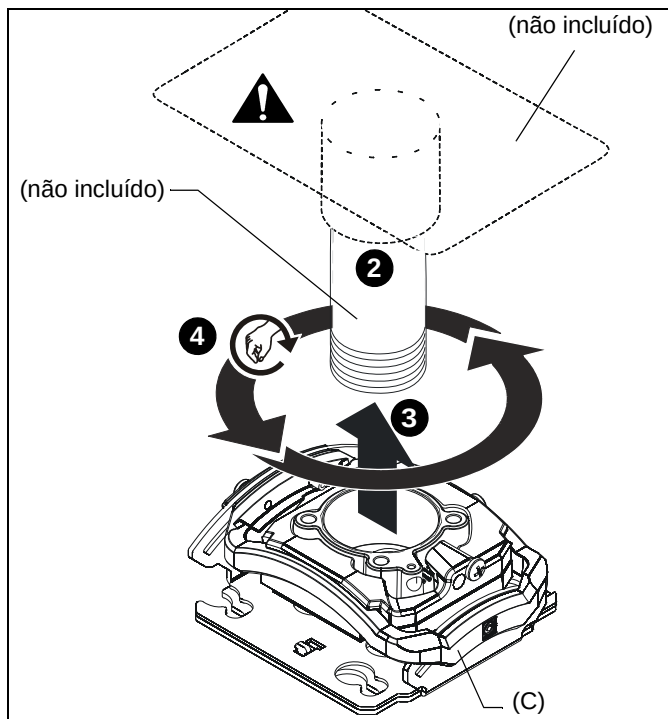

Figura 1
2. Instale o NPT ou NPSM de 38,1 mm (1-1/2") seguido de uma coluna de extensão rosca ANSI/ASME B1.20.1 (espessura mínima de aço ou alumínio de 0,154", schedule 40 - ASTM B221) (não incluída) em um anel roscaado (não incluído) até estar apertado, com um mínimo de quatro roscas encaixadas. (Veja a figura 1)
3. Alinhe o suporte do projetor (C) com a extremidade do tubo NPT.
4. Rosqueie o suporte do projetor no tubo, girando até conseguir apertá-lo com a mão. (Veja a figura 1)